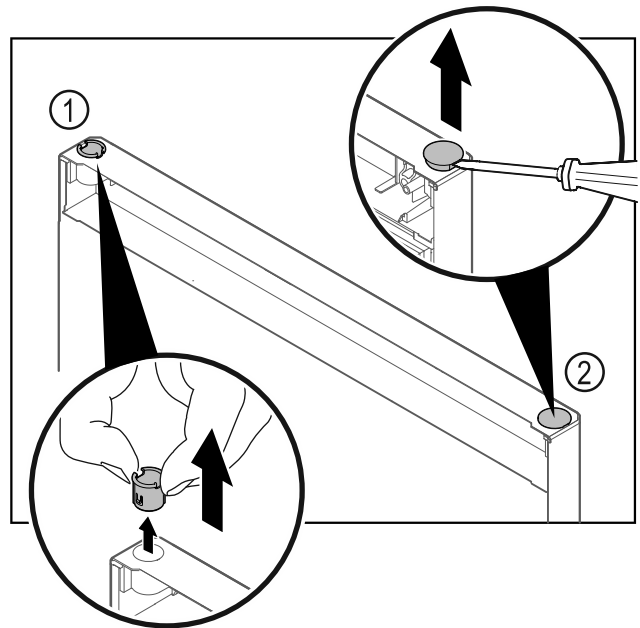

Fig. 26
- ▶ Wyjąć palcami tuleję zawiasu Fig. 26 (1).
- ▶ Zatyczkę osłonki Fig. 26 (2) ostrożnie podważyć przy pomocy śrubokręta płaskiego i wyjąć.